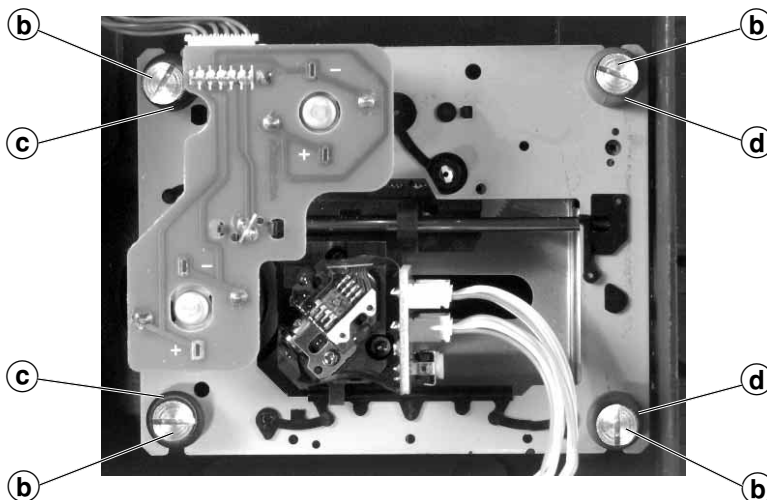

Fig. 9
- 4 Schrauben (b) herausdrehen (Fig. 9).
Achten Sie dabei auf die Puffer (Fig. 9) (c) (schwarz) und (d) (blau). Diese haben einen unterschiedlichen Auflagedruck (schwarz = stärker, blau = schwächer).
- Undo 4 screws (b) (Fig. 9).
Take care of the buffers (c) (black) and (d) (blue) Fig. 9. The buffer pressure is different (black = stronger, blue = weaker).